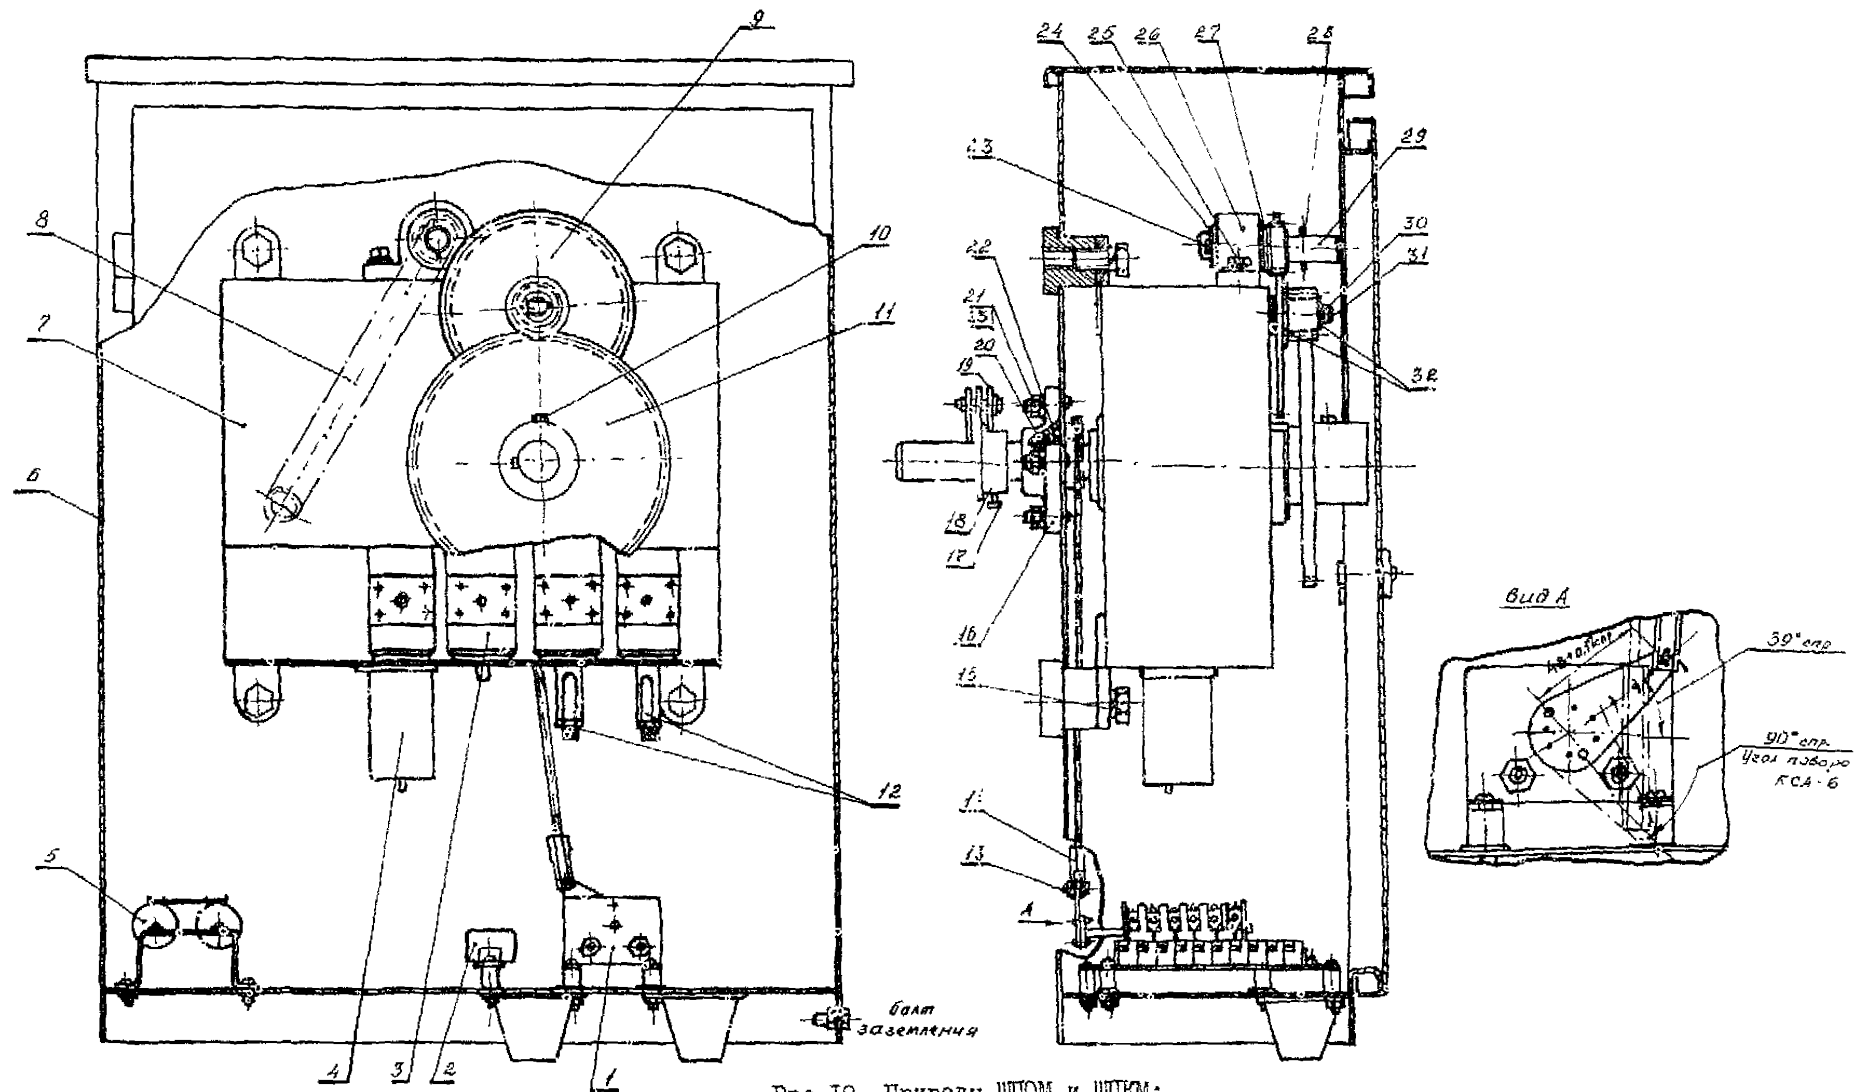

Рис.19. Приводы ШПОМ и ШПКМ:
02.1. Вывинтить болт 10 (рис. 19), снять шестерню II, очистить ее от старой смазки. При наличии сквозных трещин и сломанных зубьев шестерню заменить.
07.10. Установить подшипник 16 (см. рис. 19) на шпильку шкафа и вал механизма. Добиться легкого вращения вала, равномерно затягивая гайки 21.